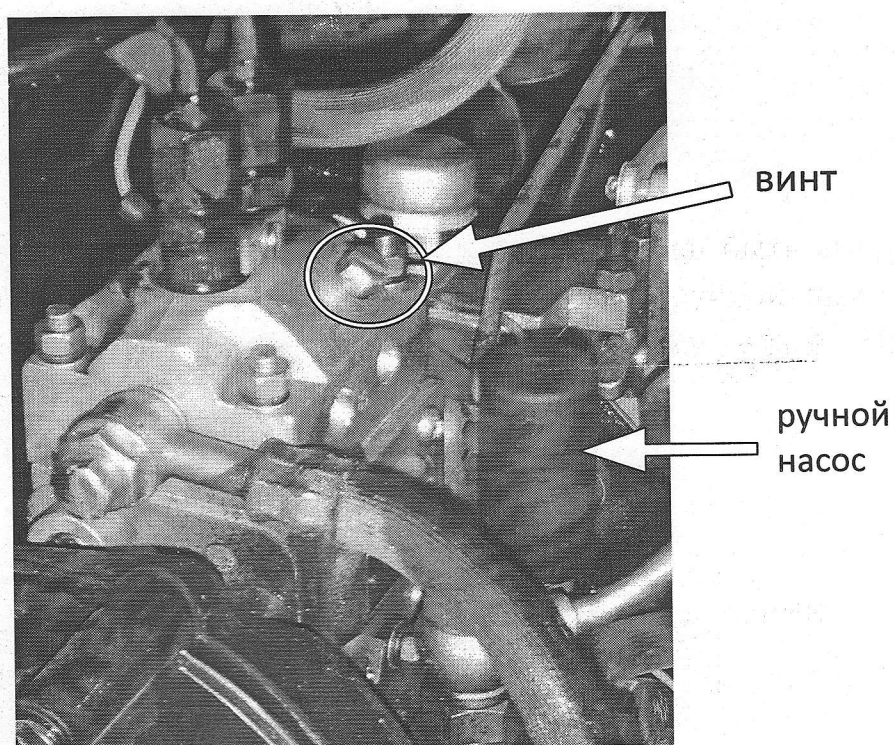

Рис.9. ТНВД
- d) Выкрутите винт ТНВД (рис.9.). Винт должен быть выкручен не полностью. Выпустите воздух, используя ручной насос ТНВД. Топливо из под винта должно струиться без пузырей. Закрутите винт.